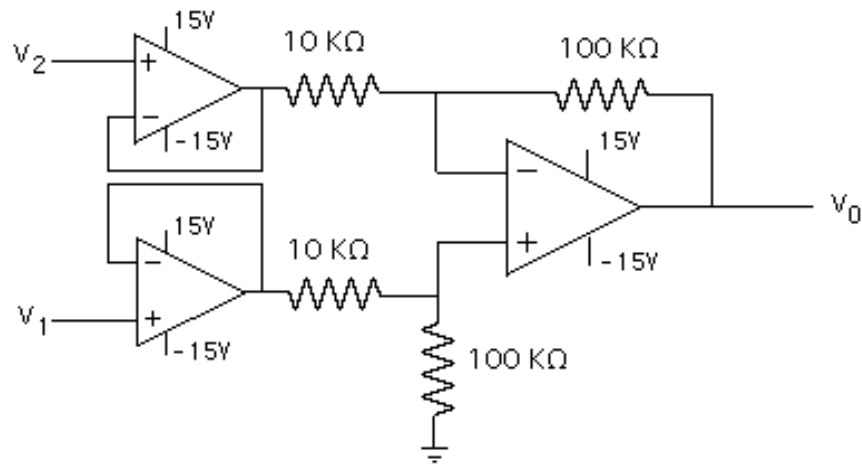

Figura 3.2.- Amplificador diferencial de instrumentación
7.- Para el circuito mostrado en la Figura 3.2 (Amplificador diferencial de instrumentación):
4.- Monte el circuito de la Figura 3.2 y realice las mediciones indicadas. Anote los resultados obtenidos en las tablas elaboradas en la Preparación. Incluya cualquier observación que juzgue de interés para explicar los resultados obtenidos.